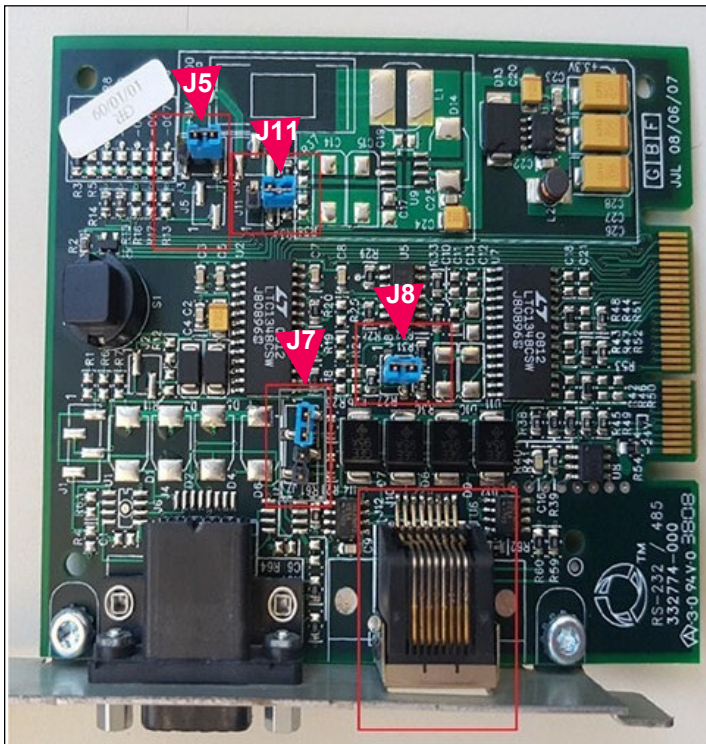

Abbildung 7. RS-232/RS-485 Schnittstelle für TLS-450/TLS-450PLUS
In Abbildung 7 wird die RS-232/RS-485 Schnittstelle (Best. Nr. 330020-618) für die DIS-51 Verbindungen gezeigt.
1. Die Steckbrücken müssen sich in der in Abbildung 7 gezeigten Position befinden.